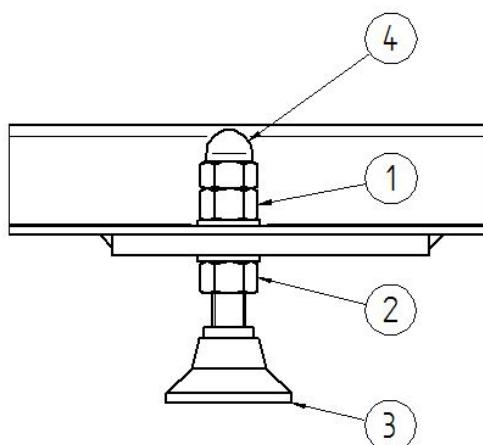

Fig. 9 – Montage sans fondations (diagramme schématique)
2. Installez les pieds de nivellation comme indiqué sur la Fig. 9.